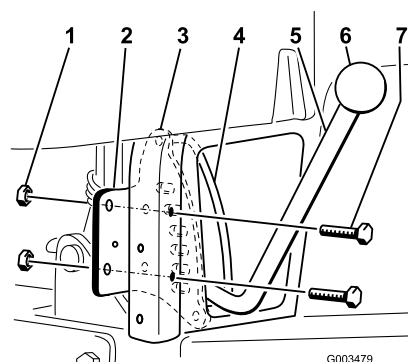

Figura 3
5. Coloque la placa de retención sobre la palanca de elevación del escarificador. La palanca debe pasar entre la placa de retención y la guía de la palanca (Figura 3).
6. Instale la placa de retención a la derecha del tubo vertical derecho del bastidor trasero con 2 pernos (5/16 x 2-1/2 pulg.) y 2 contratuercas (5/16 pulgada), según se muestra en Figura 3. (Retirar en el Paso 1, procedimiento 3.)
7. Enrosque el pomo en la palanca de elevación (Figura 3).